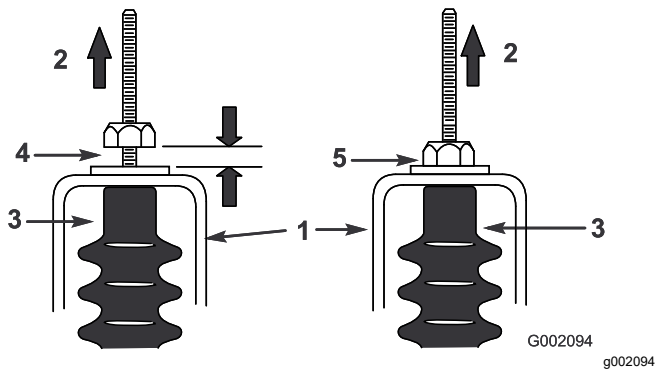

Figura 62
5. Tire hacia arriba de cada cable de cambio y asegúrese de que hay una distancia de 0,76–1,52 mm entre la tuerca/arandela y la pleatina de punto muerto (Figura 62).